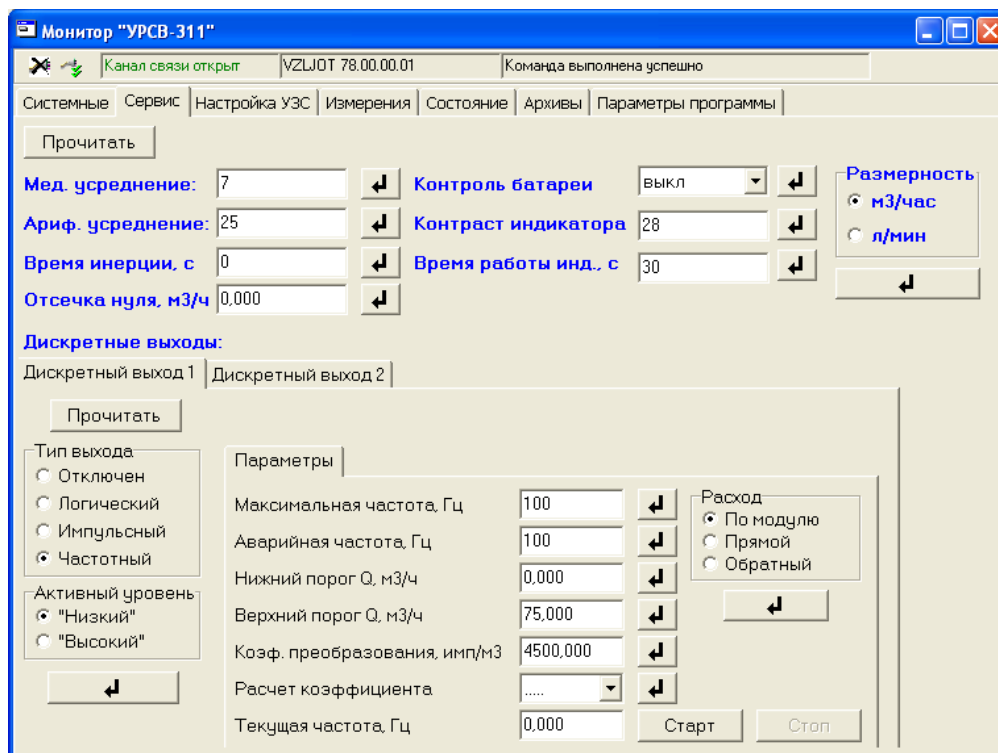

Рис. 6. Окно «Сервис» программы «Монитор УРСВ-311».
2.5.3. Кликните мышкой по вкладке «Сервис». Окно программы примет вид (рис.6):